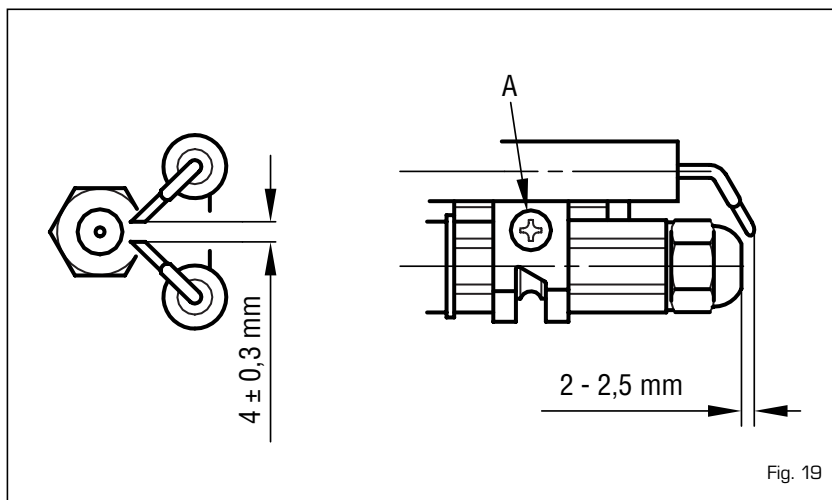

Fig. 19
##### 4.5.2 Limpieza cabezal de combustión (fig. 19)
Para efectuar la limpieza del cabezal de combustión proceder como sigue a continuación (fig. 19):
- Aflojar los tornillos (A fig. 19) del soporte de electrodos y quitelo.